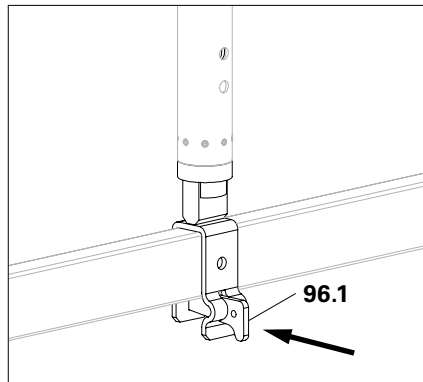

Abb. A11.12e
5. Alle Keile (**96.1**) festschlagen. (Abb. A11.12e)